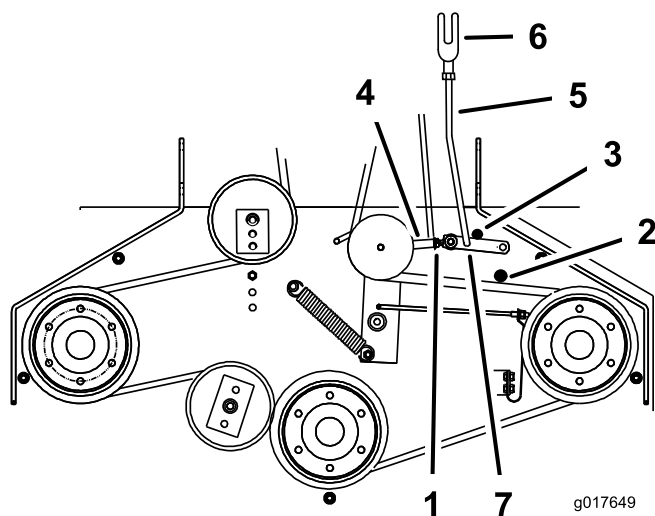

Figure 51
5. Vérifiez que le bras d'assistance est en appui contre la butée arrière sur le tablier (Figure 51).
7. Le bras d'assistance doit toucher la butée avant sur le plancher. Dans le cas contraire, réglez le levier coudé pour le rapprocher du renfort (Figure 51).
8. Pour ajuster la biellette du bras d'assistance, enlevez la goupille fendue du bras d'assistance (Figure 51).
11. Installez la biellette dans le bras d'assistance et fixez-la avec la goupille fendue (Figure 51).